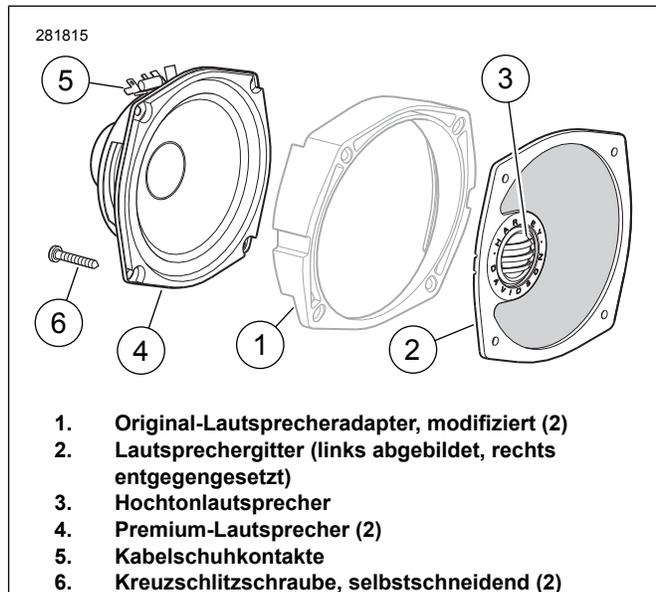

Abbildung 1. Boom! Audio Frontlautsprechersatz für Electra Glide und Trike
2. Siehe Abbildung 1. Das richtige **neue** Lautsprechergitter (2) wie abgebildet an die Fläche des Adapters (1) ansetzen; die starke Kante des Adapters muss nach **oben** zeigen und der Hochtonlautsprecher (3) muss an der Fahrzeugaußenseite liegen. Die Kabel des Hochtonlautsprechers zwischen Gitter und Adapter an der Außenseite verlegen. Einen **neuen** Lautsprecher (4) wie abgebildet gegen die hintere Adapterfläche ansetzen, wobei die Kabelschuhkontakte (5) nach **oben** zeigen müssen.
4. Die Befestigungslöcher in Lautsprecher, Adapter und Gitter aufeinander ausrichten. Mit den zwei früher entfernten langen TORX[®]-Schrauben alle drei Komponenten durch die zwei oberen Löcher an der Innenverkleidung befestigen. Siehe Abbildung 1. Eine **neue** Kreuzschlitzschraube (6) aus dem Satz in das äußere, untere Loch einsetzen und die Stützstrebe der Verkleidung unter dem Schraubenkopf erfassen. Das innere, untere Loch wird nicht verwendet.